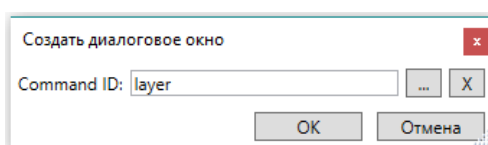

Рис. 16. Окно создания диалогового окна
2. В диалоге Создать диалоговое окно (рисунок 16) для назначения команды кнопке Диалоговое окно нажать кнопку .